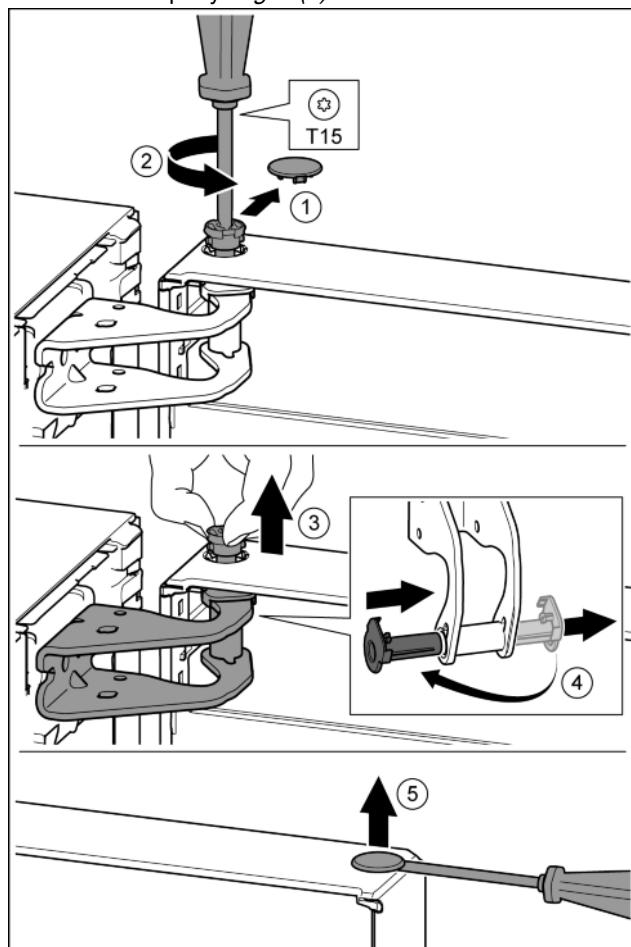

Fig. 9
► Осторожно снять предохранительную крышку. Fig. 9 (1)
► Немного выкрутить палец отверткой T15. Fig. 9 (2)
► Удерживать дверь и вытянуть палец рукой. Fig. 9 (3)
► Опорную втулку вывести из направляющей. Установить и зафиксировать с другой стороны. Fig. 9 (4)